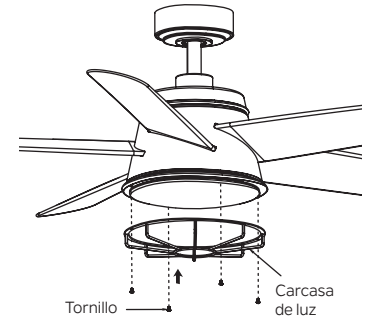

Figura 23
**Paso 3.** Sostenga la carcasa de luz hasta la carcasa del interruptor, alinee con los 4 orificios y apriete firmemente con los 4 tornillos que se encuentran en el paquete de accesorios (Figura 23).